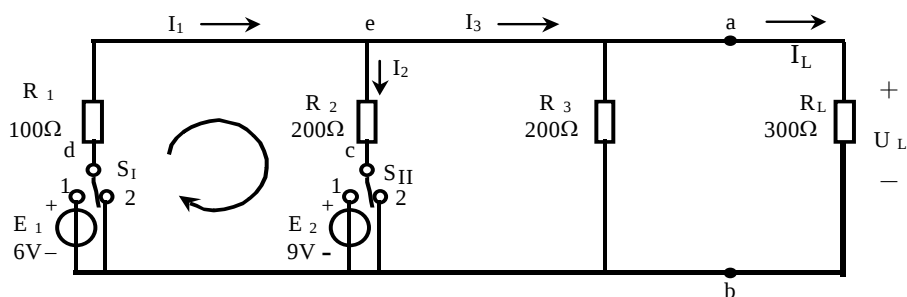

图 1.1 叠加原理实验电路图
2. 计算图 1.1 中负载支路的电压 U_L 、电流 I_L ，将所得值记入表 1.1 中。
- (1) 先将开关 S_I 、 S_{II} 拨向“2”侧，再按实验原理电路图 1.1 接线。
- (2) 测量下列三种情况下负载电阻的电压值 U_L ，并将数据记入表 1.1 中
对图 1.1 电路中 a、b 两点左侧电路进行戴维南等效变换。